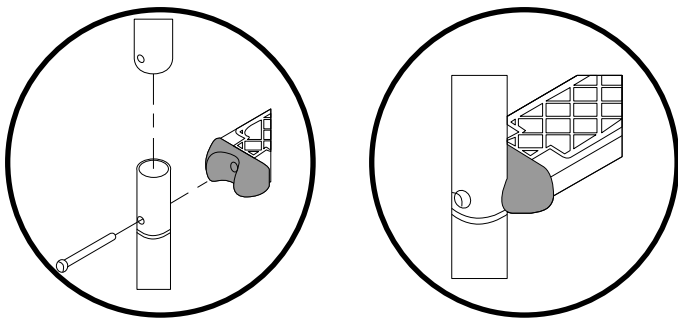

Fig. 20/Abb. 20/Afb. 20
- FR** A.- Assembler les rampes supérieure (1) et inférieure (10) en les introduisant l'une dans l'autre et les fixer aux marches (9) et celles-ci à l'aide des vis (11), des écrous (8) et des rondelles (7) correspondantes. (Fig.20)
B.- Monter les butées (12) de la rampe, pour éviter que l'escalier puisse abîmer la piscine.